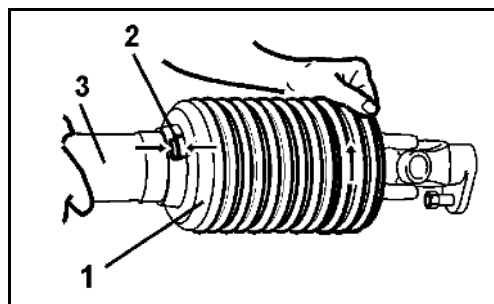

Рис. 51
3. Поверните защитную воронку (Рис. 51/1) в положение для монтажа.
4. Снимите половину защитной крышки (Рис. 51/3).